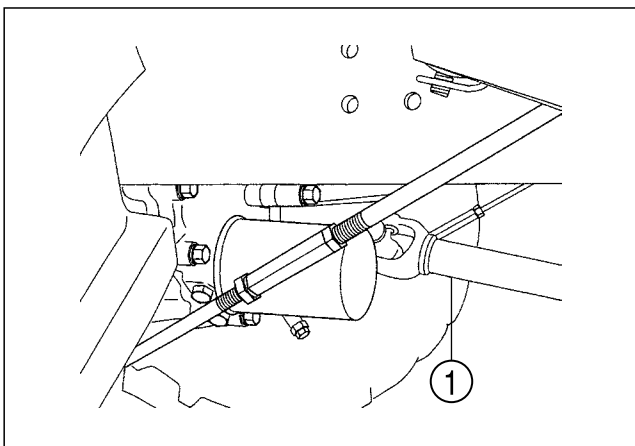

FIG. 4-12
FIG. 4-12 : La PdF ventrale (1), est un arbre pointé vers l'avant, situé au-dessous du tracteur. La PdF centrale sert à faire fonctionner certains outils montés au centre ou à l'avant. Un arbre de 25,4mm (1") à 15 cannelures est utilisé.